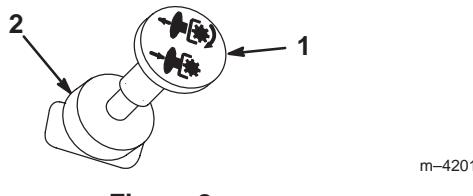

Figure 8
3. Tirez sur la commande de PdF pour embrayer la PdF (Fig. 8).
Poussez la commande de PdF en position débrayée (Fig. 8).